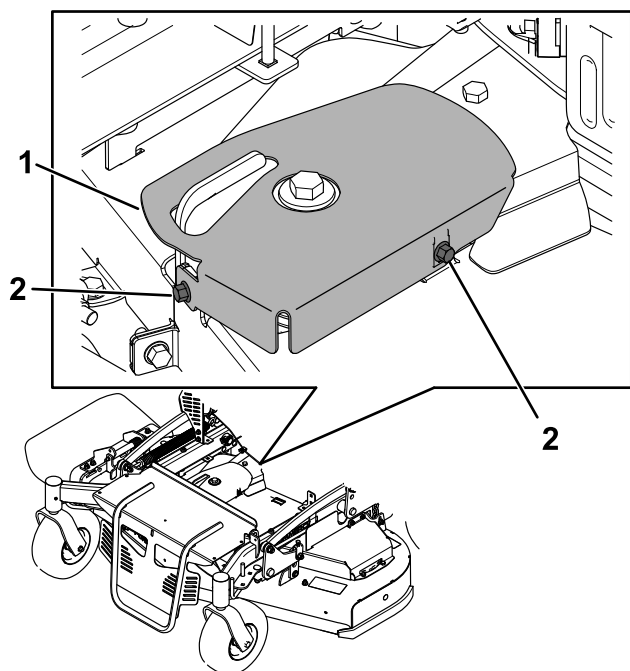

Figura 37
2. Rimuovete il coperchio del tendicinghia (Figura 37).
4. Montate il coperchio del tendicinghia (Figura 37).